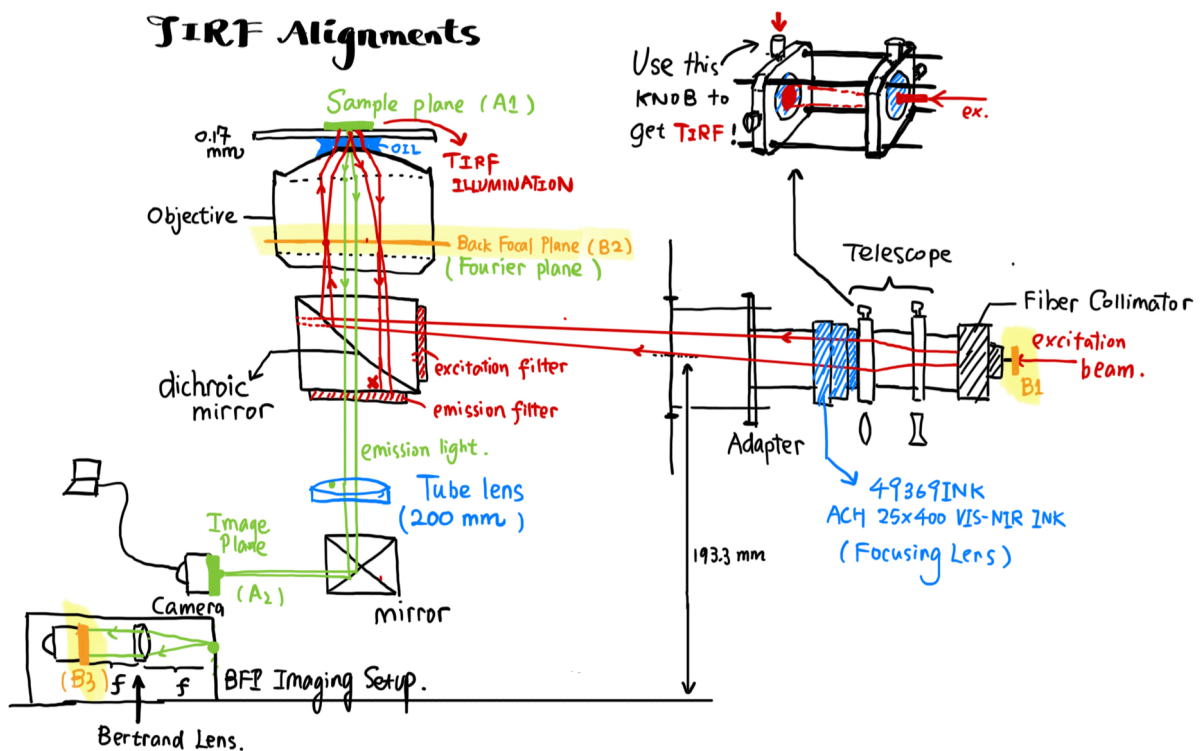

图 2: TE2000U 光路图
- 经过 telescope 扩束器的光束即随距离尺寸几乎不变的平行光。这样再经过一面较长焦距的透镜 (400mm，即图2中的 49639 INK)、被**二相色镜 (dichroic mirror)** 反射后即可将激光较好地汇聚在物镜的**后焦面 (Back Focal Plane)** 上 (图2中 B2)。
- 若后焦面上汇聚的点不在中心，那么出射光将按一个角度照亮样品；当角度大于介质-样品界面的临界角时，发生全内反射 (TIRF)，反射光 (即图2中返回的红线) 重新聚焦在后焦面对称的位置。
- 出射光重新经过物镜，则物镜前焦面上点源发出的光变成平行光；而在物镜后焦面 (**B2**) 处恰成一个 **fourier 变换像**，因而这个面也被称为 **fourier 面** (换言之，这个面上的光场分布恰是焦面上光场分布的 **fourier 变换**)。为观察之，可在像面后一个焦距的位置用一个伯特兰透镜 (**Bertrand Lens**) 对像再进行一次 **fourier 变换** (图2中左下角，**BFP Imaging Setup**)。